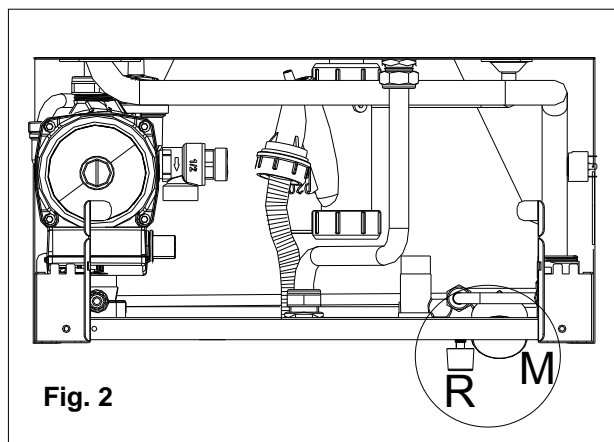

Fig. 2
- Ouvrir également les robinets de remplissage R (fig. 2) ;
- Au moyen du manomètre M (fig. 2), contrôler que la pression de l'installation atteint 1 bar et que le code H20 n'apparaît pas sur l'écran du tableau de commande (voir 2.7 « Tableau de commande ») ;